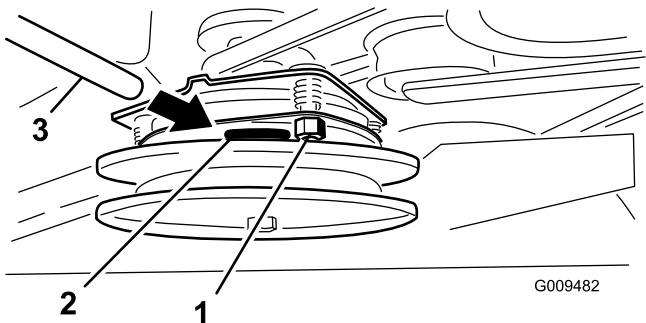

Figura 59
- Apriete las contratuercas que empiecen notar una ligera fricción en la galga, pero dejando que ésta se mueva con facilidad en el entrehierro (Figura 59).